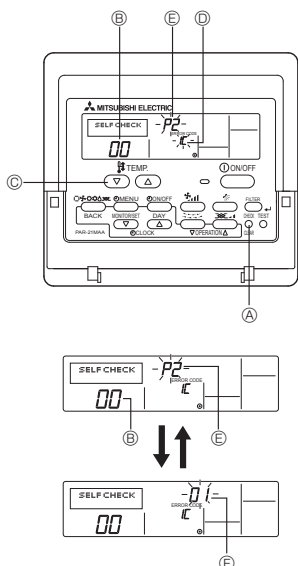

Fig. 7-2
7.3. Självtest (Fig. 7-2)
- ① Slå på strömmen.
- ② Tryck på knappen [CHECK] (Test) två gånger.
- ③ Ställ in kylmedelsadressen med knappen [TEMP.] om systemstyrning används.
- ④ Tryck på knappen [ON/OFF] (På/Av) för att stoppa självtesten.